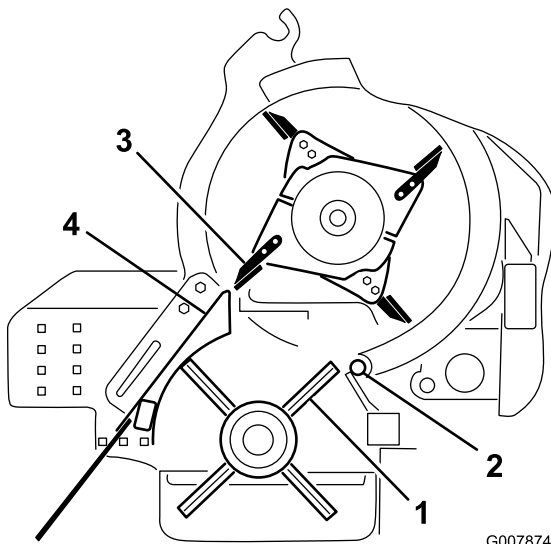

Figura 61
4. Rode a polia da escova até que a coluna da escova esteja alinhada com o canto rotativo (Figura 61).
5. Rode o cortador até que a ponta da lâmina esteja alinhada com a parte exterior da estrutura da escova (Figura 61).